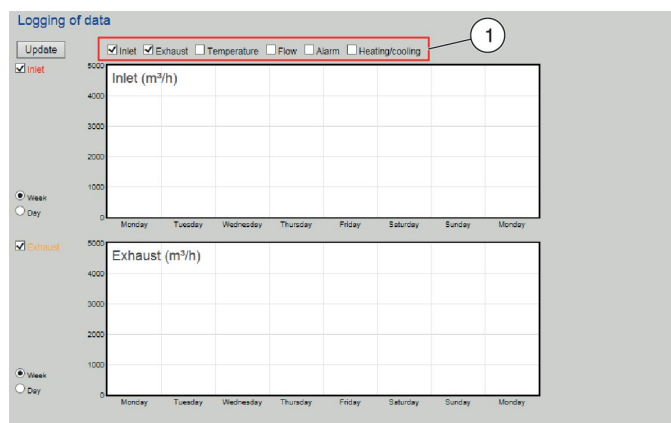

Рис. 40: Обзор измеренных значений
Экран «Журнал данных» (Рис. 40) позволяет просматривать измеренные значения за последние 7 дней или последние 24 часа. Вы можете просматривать следующие измеренные значения:
2. ▶ Выберите тот параметр, по которому необходимо просмотреть измеренные значения (Рис. 40/1).